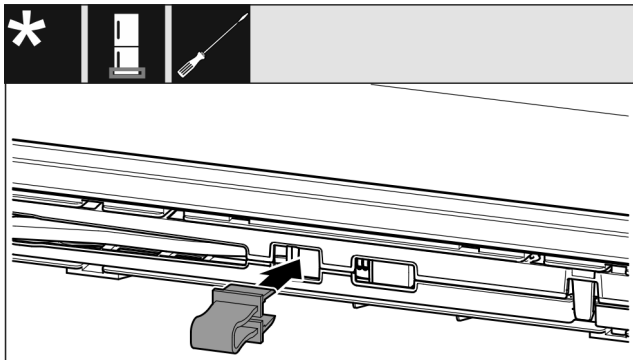

Fig. 14
- ▶ Tryck fast spärren i öppningen Fig. 14 ().